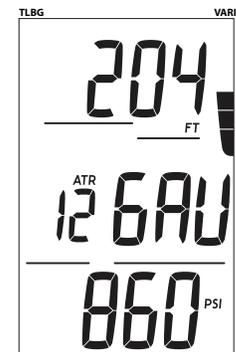

Fig. 78 - ÉCRAN PRINCIPAL PLONGÉE GAUG
**ÉCRAN PRINCIPAL PLONGÉE GAUG** : paramètres affichés (Fig. 78)